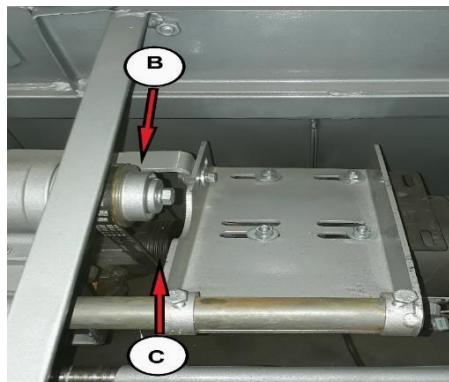

Figura 4 - Suporte do motor
3. Caso a máquina não venha com motor, poderá ser instalado um motor de até 3 CV, com a ponta do eixo com diâmetro de $\frac{3}{4}$ " (19,05mm). Após a fixação do motor na máquina, coloque a correia nas polias fornecidas, e, alinhe a polia do motor com a polia do eixo da serra, **Figura 4 - B e C**, evitando assim, desbalanceamento, vibrações e o desgaste prematuro das correias;